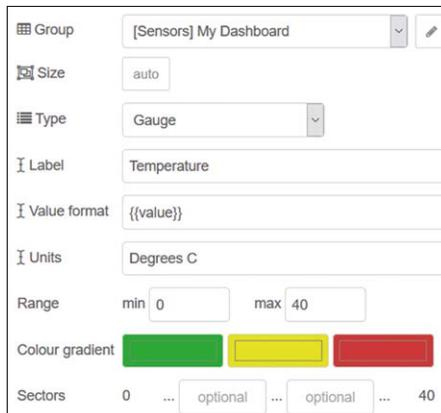

Figure 8.5 Configuration du nœud de jauge
- Configurer le **jauge** nœud comme indiqué à la figure 8.5. Ici, le **Étiquette** est réglé sur Température, **Unités** aux degrés C, **min** valeur à 0 et **max** valeur à 40. Cliquez **Terminé**